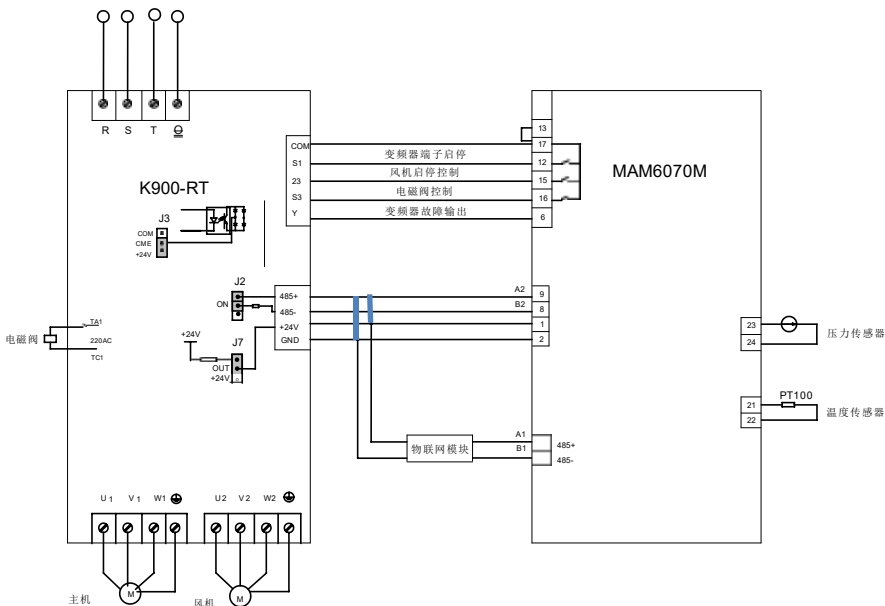
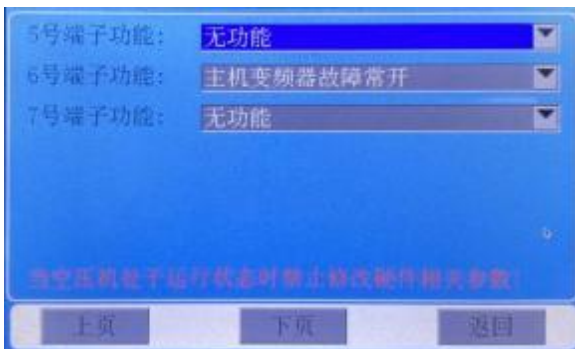

图 4-13 普乐特控制器 6070M+K900-RT 变频器接线
图 4-19 硬件参数设置界面
- 2、按照图 4-13 所示进行跳线，设置变频器功能码 P06.01=5，设置普乐特控制器的校准参数“相序保护值”为 0，屏蔽“相序错误 1”，如图 4-20 所示；设置普乐特控制器硬件参数：6 引脚设置为主机变频器故障常开，如图 4-19 所示；设置完成即可使用主机变频器故障端子输出。